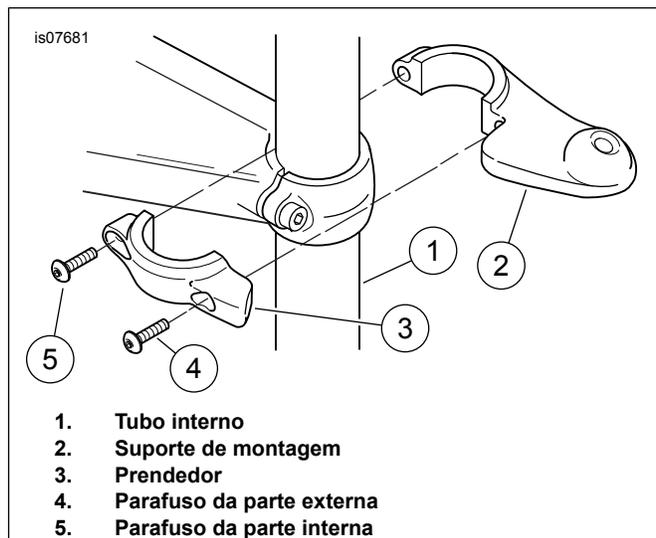

Figura 1. Instalação do suporte de montagem no tubo interno (lado direito exibido)
1. Veja Figura 1. Instale o suporte de montagem do lado direito (2) no tubo do garfo (1) usando a abraçadeira do lado direito (3) e dois parafuso Allen, hexagonal, cabeça redonda (4 e 5). Aperte o parafuso externo (4) com 8–9 N·m (70–80 in-lbs). Aperte o parafuso interno (5) com 8–9 N·m (70–80 in-lbs).